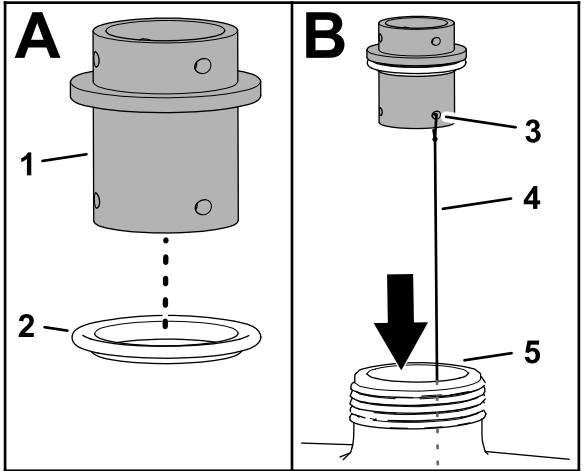
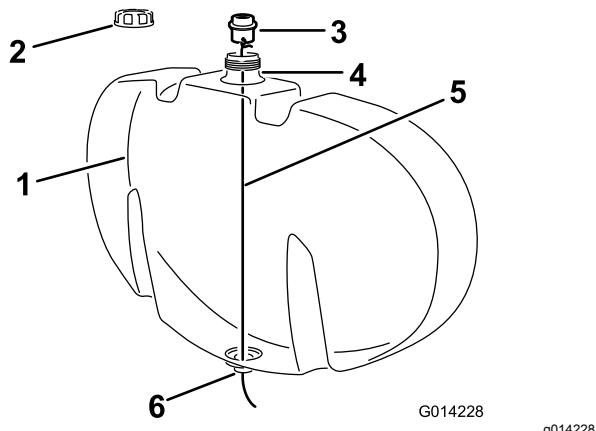

Figura 5
Figura 6
- A. Montate una guarnizione pulita sul raccordo del diaframma, come illustrato nella Figura 5.
- B. Fissate un pezzo di filo, di circa 122 cm di lunghezza, attraverso uno dei fori della forcella di fissaggio nel raccordo del diaframma, come illustrato nella Figura 5.
- C. Se montato, rimuovete il tappo dal serbatoio di lavaggio (Figura 6).
- D. Fate scendere il filo attraverso l'apertura nel foro di riempimento del serbatoio e disponetelo attraverso il foro aperto nella parte inferiore del serbatoio (Figura 5 e Figura 6).